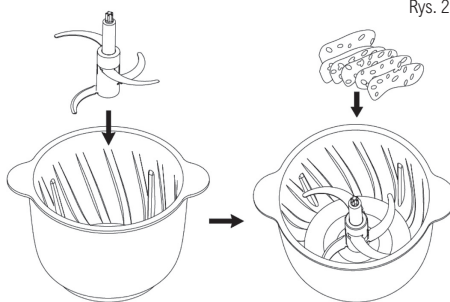

Rys. 1
- a) Postaw rozdrabniacz na podkładce antypoślizgowej. (Rys. 1)